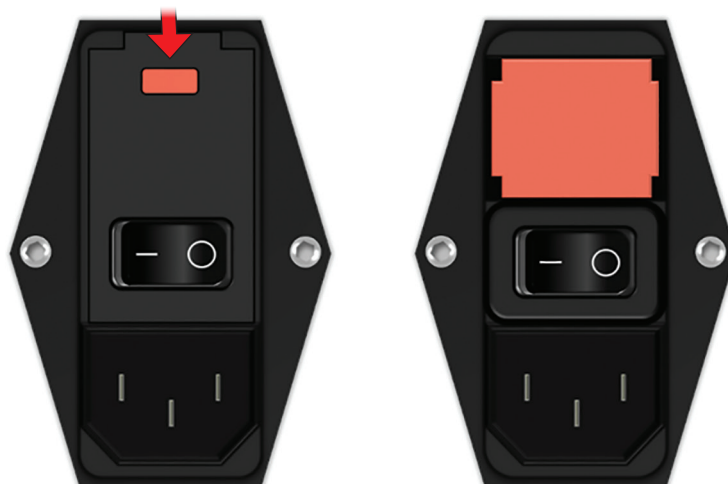

Figura 13.4.1: Módulo de entrada de potência/comutação/fusíveis para substituição dos fusíveis
Os fusíveis estão localizados no porta-fusíveis dentro do módulo de entrada de potência/comutação/fusíveis que se encontra na parte traseira do gerador. Consulte a figura 13.4.1 abaixo.
3. Abra a tampa do módulo de entrada de potência/comutação/fusíveis com uma chave de parafusos de ponta plana nas ranhuras superiores da tampa, conforme ilustrado na figura 13.4.1.